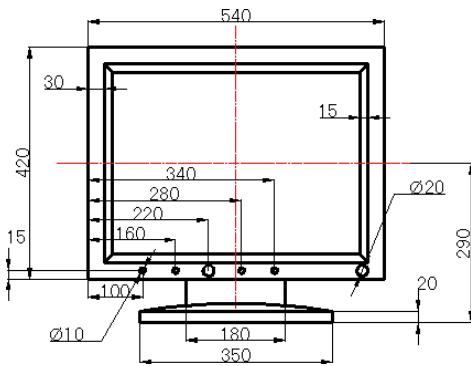

图 17.5.20 添加直径标注
(1) 添加图 17.5.20 所示的直径标注, 双击 $\phi 10$ 的尺寸, 在绘图区域的文本框中 $\phi 10$ 前输入 4×, 单击“关闭位置编辑器”按钮, 标注文字就会变成 $4 \times \phi 10$ 。